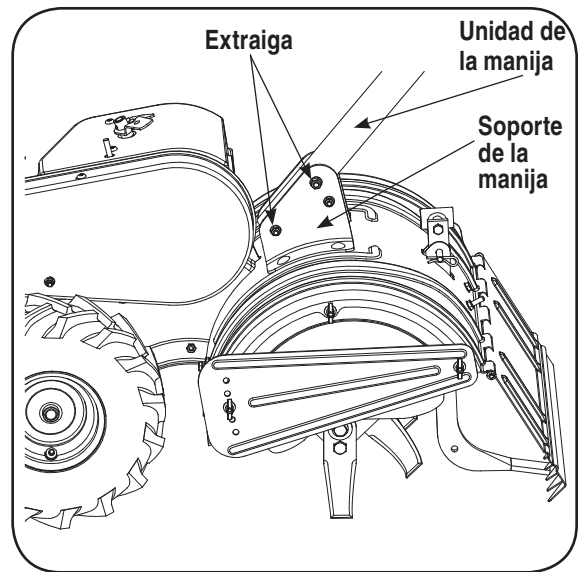

Figura 3-2
- Retire los dos pernos superiores y las tuercas de seguridad con reborde de los soportes de montaje de la manija, pero no retire el perno y la tuerca inferiores. Vea la Figura 3-2.